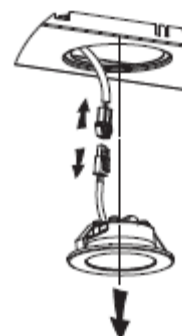

Fig. 2
- Utilisez un outil ou votre main pour exercer une pression sur le ressort des deux côtés de l'éclairage LED vers l'intérieur, jusqu'à ce que la lampe soit extraite (voir Fig. 1). Ensuite, tirez légèrement sur le câble de connexion de la lampe et démontez la borne du câble de connexion de la lampe. Voir Fig. 2.